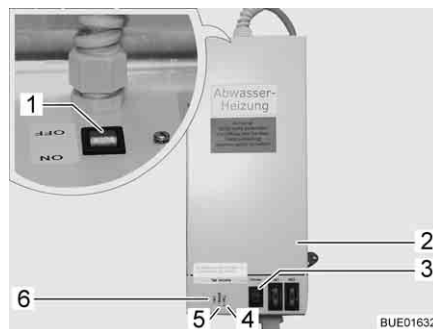

Bild 153 Trafo mit Regelgerät
Der Trafo 230 V AC/12 V DC (Bild 153,2) ist je nach Modell im Kleiderschrank oder in der Truhe der Sitzgruppe eingebaut.
- Kontroll-Leuchte (Bild 153,5) leuchtet grün: Regelung in Betrieb
- Kontroll-Leuchten (Bild 153,4 und 6) leuchten rot: Abwasserleitungen werden erwärmt
In das Gehäuse ist ein Prüftaster (Bild 153,3) integriert, mit dem das Regelgerät kurzzeitig in Betrieb genommen werden kann. Durch Drücken des Prüftasters lässt sich die Funktion der Erwärmung testen, auch wenn die Umgebungstemperatur über 5 °C liegt.
- Schalter (Bild 153,1) am Trafo (Bild 153,2) auf "ON" stellen.
- Schalter (Bild 153,1) am Trafo (Bild 153,2) auf "OFF" stellen.